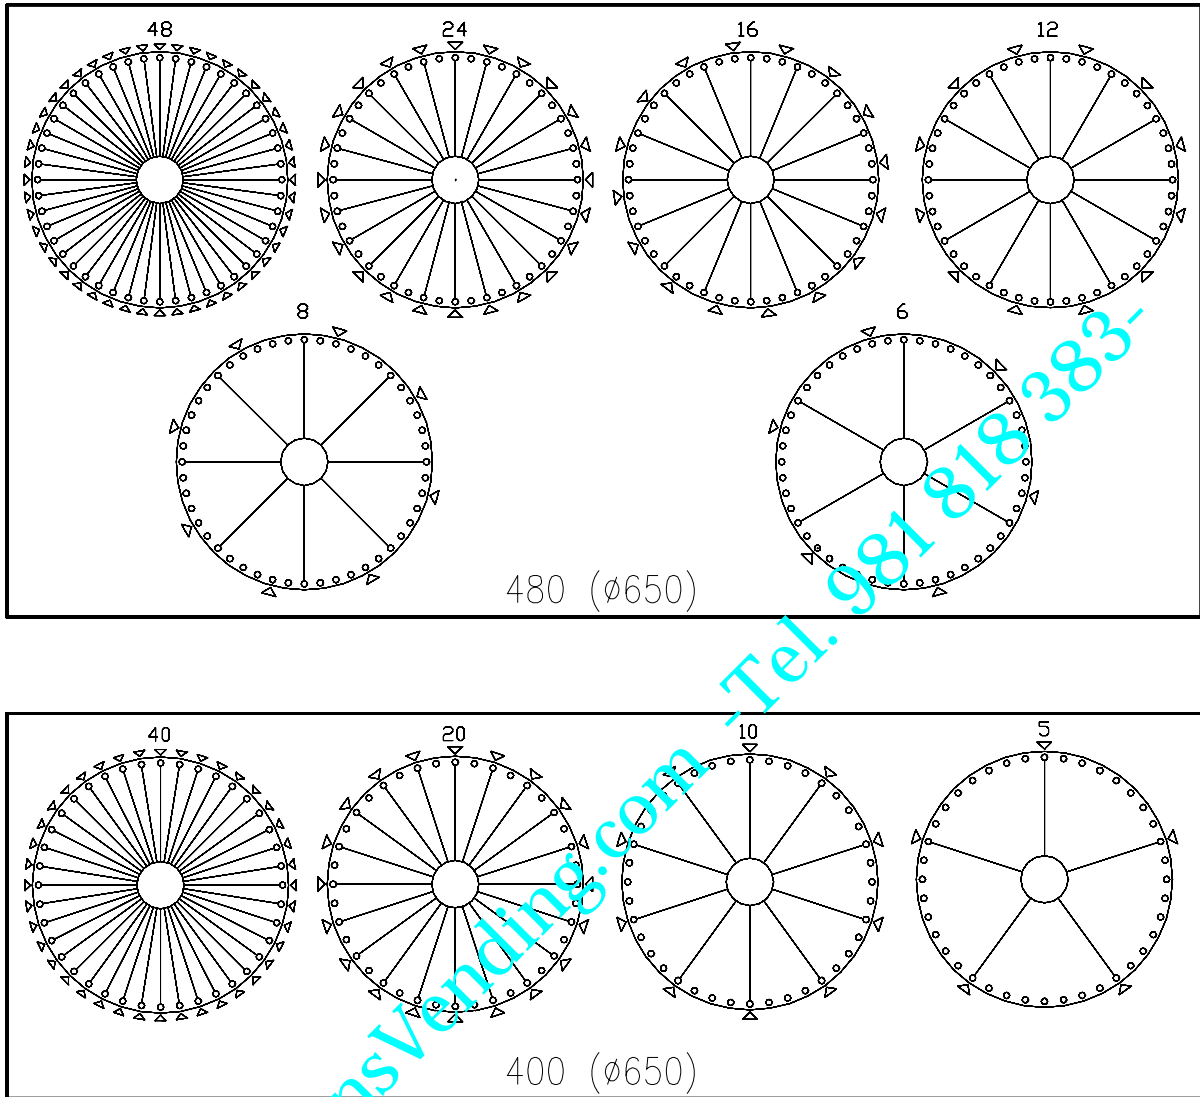

FIG. 9
Los discos de selección suministrados en el distribuidor, tienen los compartimientos preajustables como se muestra en la FIG. 8 - FIG. 9. Tal vez sea necesario cambiar las dimensiones de los compartimientos para alojar diferentes tipos de productos. Se puede variar el número de los compartimientos, quitando o agregando los tabiques divisorios. El número de los espacios por cada disco podrá ser de: 6,8,12,16, 24,48, - 5,10,20,40.
SUBDIVISIÓN DE LOS COMPARTIMENTOS FIG. 9
- 8) Poner los tapitas en todos los orificios que se deben cerrar, como se muestra en la FIG. 9